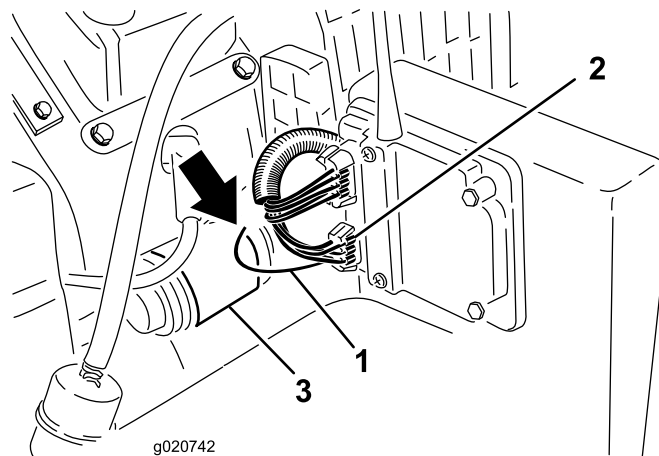

図 22
1. ワイヤハーネスに折込んである黒と黄色のストライプの電気コード（レシーバの 6 ピンコネクタから出ている）を探し出す（図 22）。この電気コードをチューブから引き出す。